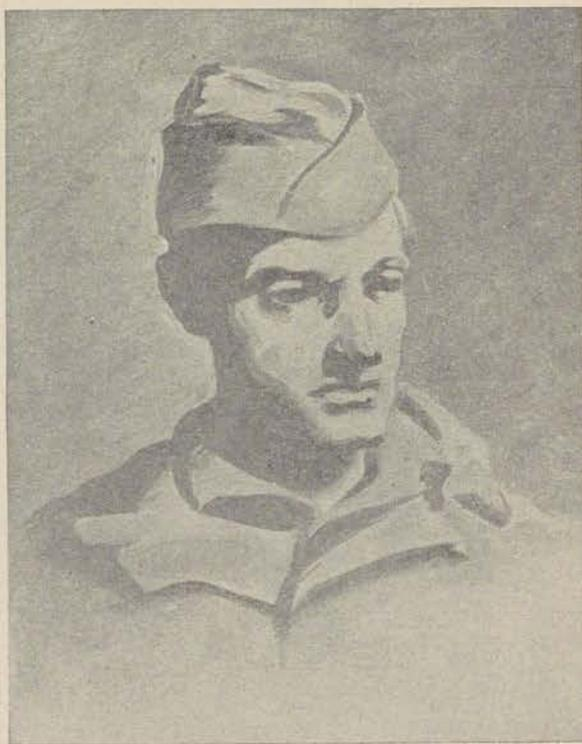

Figure 249.
*d.* SECOND STAGE (fig. 249). Work lighter tones